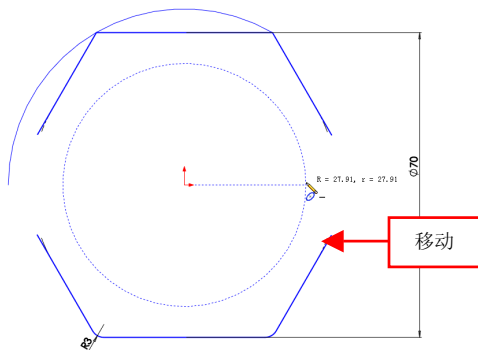

图 2-20 向右移动光标
(3) 在合适位置上，单击鼠标左键，进入草图绘制环境，再次单击圆心点，向右移动光标，如图 2-20 所示。